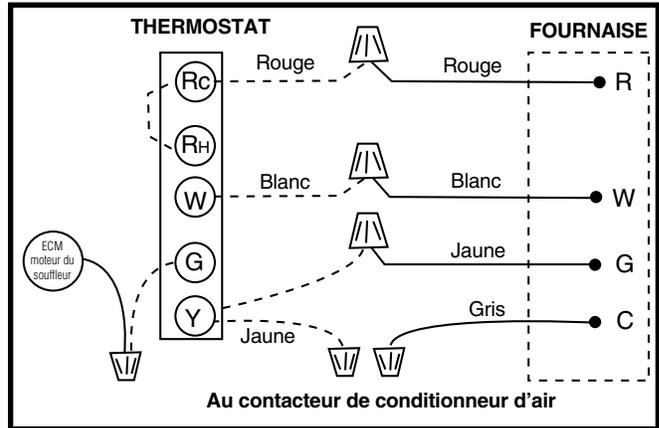
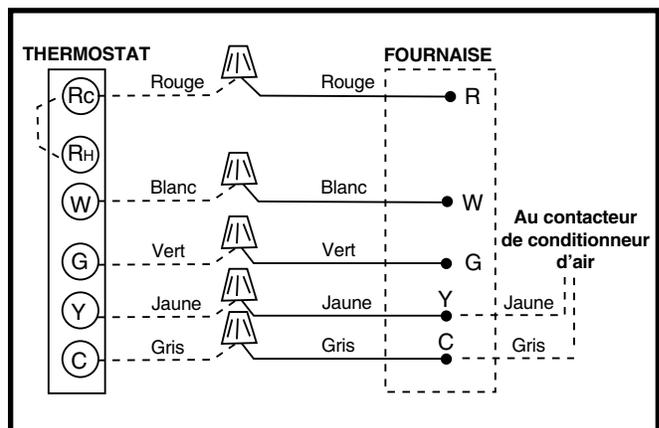

Figure 25. Câblage du thermostat pour les panneaux de commande Nordyne/UTEC
Figure 26. Câblage du thermostat pour les panneaux de commande Emerson
Il faut maintenir la polarité de tension de ligne appropriée afin que le système de commande fonctionne correctement. Vérifiez que la ligne neutre entrante est raccordée au fil blanc et que la ligne sous tension entrante est connectée au fil noir. La fournaise ne fonctionne pas si la polarité et la mise à la terre sont mal branchées, comme indiqué dans la **Figure 25** et **Figure 26 (page 14)**.
- Branchez les fils du thermostat aux bornes basse tension du fournaise (selon l'application à l'installation). Consultez la Figure 25 et Figure 26 \(page 14\). **REMARQUE :** Si le conditionneur d'air est installé avec la fournaise, une connexion en Y doit être faite à la fournaise. Consultez la Figure 32 \(page 27\) et Figure 33 \(page 28\).